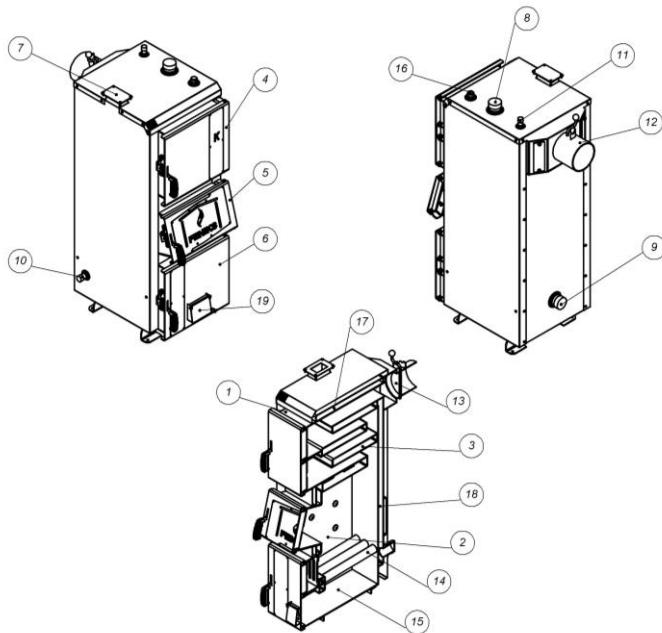

Рисунок 2 – Зовнішній вигляд та основні елементи котла
Конструктивно котел являє собою збірно-зварену конструкцію, що складається з корпуса (поз. 1, рис. 2) з камeroю згоряння (топкою) (поз. 2, рис. 2). Конвекційна частина котла складається з багатоходового теплообмінника (поз. 3, рис. 2) комбінованого типу – чотирьох горизонтальних полиць. Теплообмінник розташований безпосередньо над топкою.
Корпус котла виконаний в формі паралелепіпеду з подвійними стінками, які розділені водними перегородками (поз. 17, рис. 2). На зовнішній поверхні корпуса під декоративною обшивкою закріплена теплова ізоляція. (поз. 18, рис. 2).
Паливо для процесу спалення завантажується на колосникові грати (поз. 14, рис. 2) крізь завантажувальні дверцята (поз. 5, рис. 2). Колосникові грати виконані з товстостінних безшовних труб по яких постійно циркулює вода з водяної оболонки котла. Згоряння палива в топці відбувається за участю повітря, яке постачається під колосникові грати припливним вентилятором. Кількість повітря, необхідного для процесу згоряння, регулюється автоматично блоком автоматики управління, або за допомогою терморегулятора.
Підведення і відведення теплоносія здійснюється відповідно через патрубки зворотної мережної води (поз. 9, рис. 2) і прямої мережної води (поз. 8, рис. 2).
Топочні гази виходять у димохід крізь боров (поз. 12, рис. 2), розташований у задній частині котла. Боров обладнано вбудованим дросельним клапаном продуктів згоряння – шибером (поз. 13, рис. 2). У випадку надто високої тяги у димоході шибер дає можливість її знизити шляхом часткового перекривання вихідного отвору борова.
Зола, яка утворюється в процесі згоряння палива, зсипається в нижню частину корпуса котла – зольник (поз. 15, рис. 2).
- з механічним регулятором тяги – під колосникові грати крізь дверцята подачі повітря (поз. 19, рис. 2). Кількість повітря, необхідного для процесу згоряння, регулюється механічним регулятором тяги, який шляхом натягу або послаблення ланцюга керує положенням кришки (лючка) дверцят.
У верхній частині корпуса котла розташований штуцер для встановлення запобіжного клапана або групи безпеки котла (поз. 11, рис. 2).
Для можливості встановлення вентилятора зверху корпуса котла, передбачений отвір, який заглушено кришкою (поз. 7, рис. 2).
Ревізійний дверцята (поз. 6, рис. 2), що розташовані на передній стінці котла, необхідні для періодичного чищення колосникових грат.
Для можливості періодичного обслуговування (чищення) теплообмінника передбачені дверцята у верхній частині котла (поз. 4, рис. 2).
Регулятор тяги необхідно приєднати до патрубка з внутрішньою різьбою, який знаходиться у верхній частині корпусу (рис. 2). Різьбове з'єднання при цьому потрібно ущільнити. Регулятор повернути таким чином, щоб наконечник для закріплення шестигранного важеля (з комплекту регулятора) був направлений вправо.